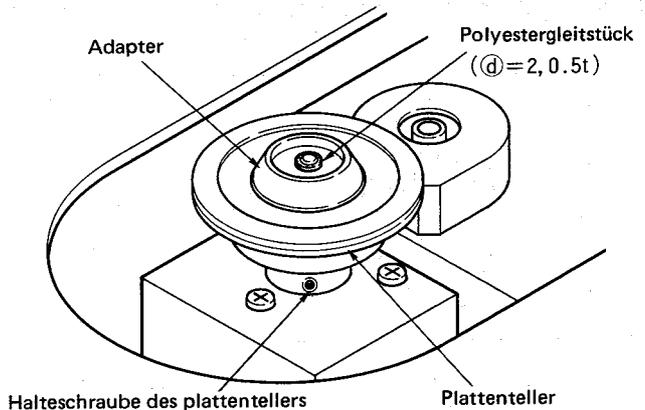

Abb. 10
- 3) Polyester-Gleitstück (Abbildung 10) herausnehmen, das als Stopper für den Adapter dient. Dann Adapter und Adapterfeder herausziehen.